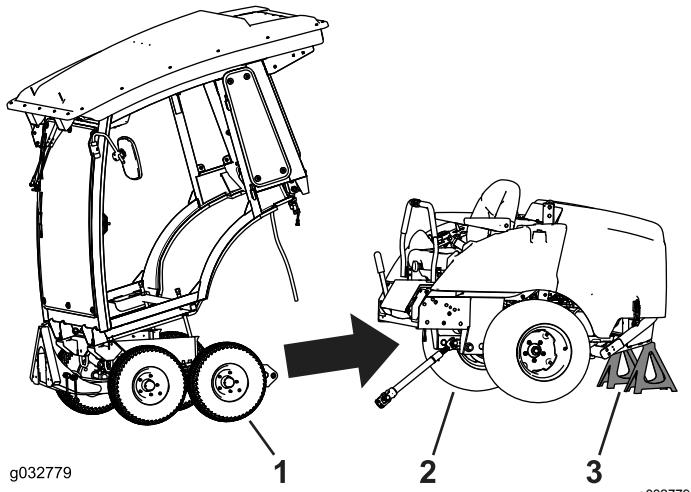

Рисунок 68
1. Совместите зимнюю раму с рамой машины и откатите ее назад (Рисунок 68).
3. Установите подъемные опоры под машиной (Рисунок 68).